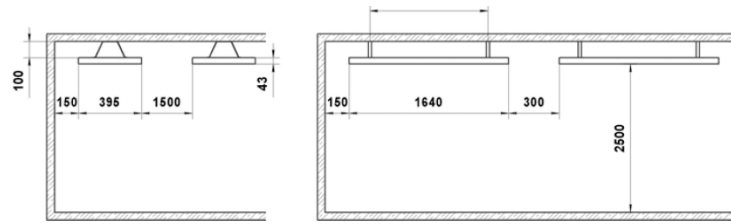

Рис. 1 Схема размещения обогревателя
5.1 Схема инфракрасного обогревателя представлена на рис. 1.
8 Рис.1. Обогреватель инфракрасный.
5.4 Габаритные и установочные размеры обогревателей и минимальные расстояния при установке приведены на рис.1 Приложения.
- снять крышку 4 (см. рис.1);